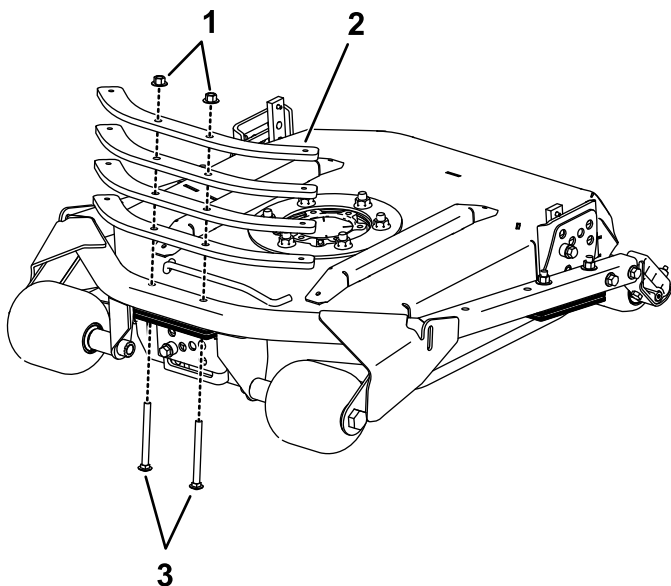

Figura 2
- 2. Alinee las placas de lastre encima del bastidor tubular e instale los tornillos de cuello cuadrado largos con las tuercas que se retiraron en el paso 1 (Figura 2).